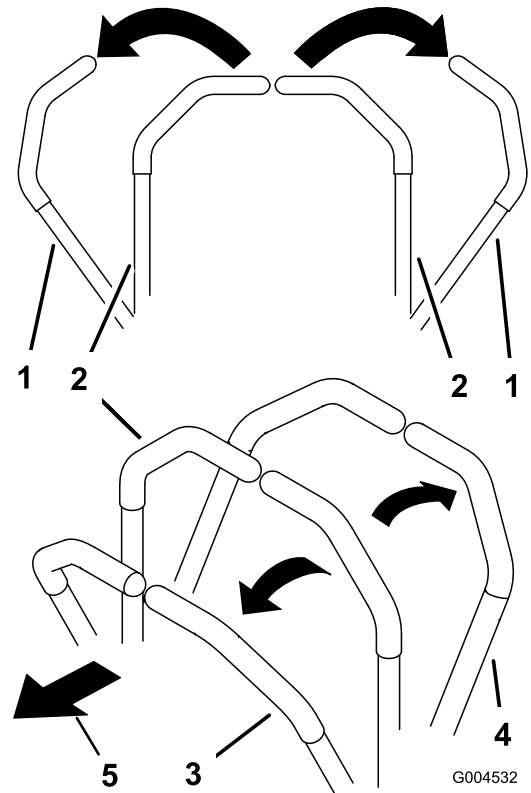

Bild 23
- Schieben Sie für das Vorwärtsfahren die Fahrtriebshebel langsam vorwärts (Bild 23).
- Ziehen Sie zum Rückwärtsfahren die Fahrtriebshebel langsam nach hinten (Bild 23).
- Zum Wenden, ziehen Sie beide Hebel nach hinten, um die Maschine zu verlangsamen; schieben Sie dann einen Hebel an der entgegengesetzten Seite zur Wenderichtung nach vorne (Bild 23).